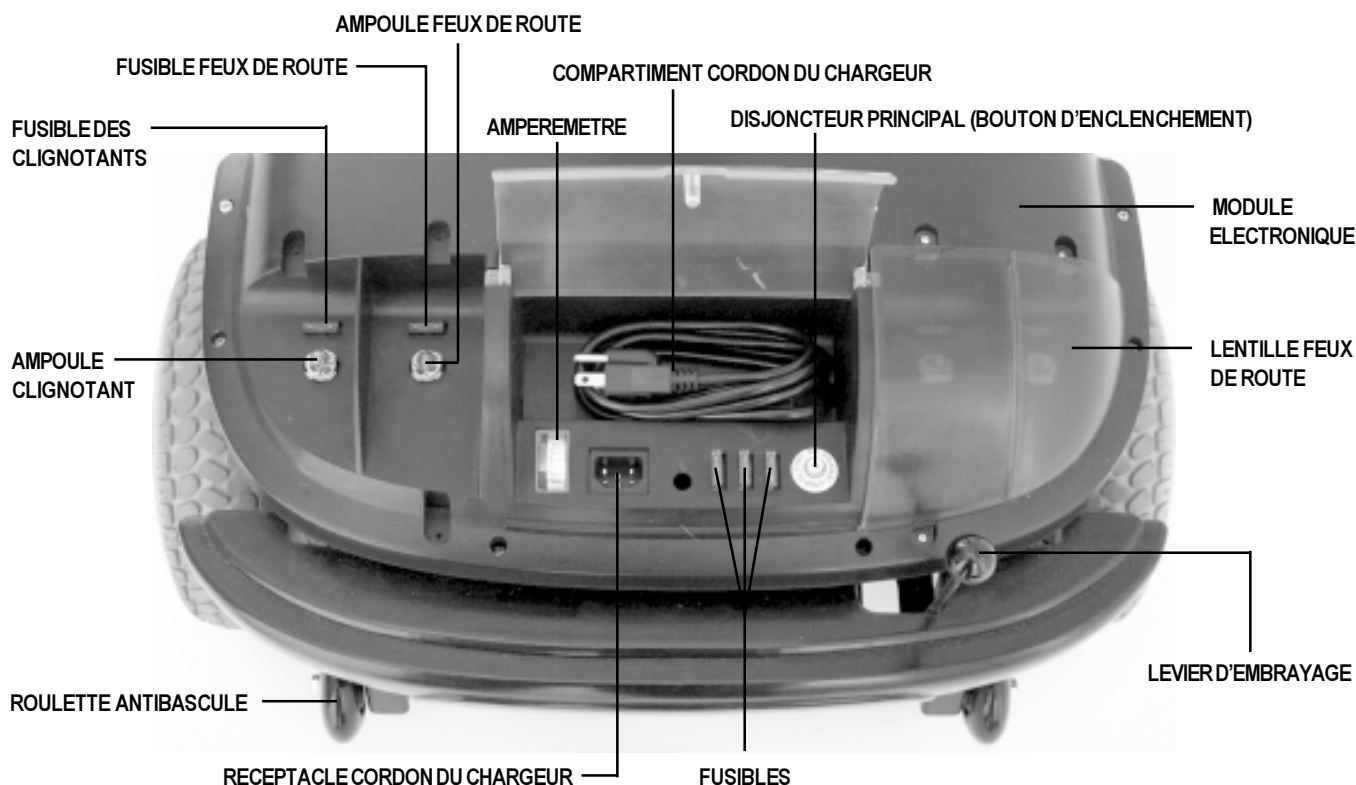

Figure 7. Section arrière (lentille du feu gauche enlevée pour plus de clarté)
La section arrière abrite le contrôleur électronique, les batteries, le chargeur à batteries(non-montré), le fusible du chargeur, le réceptacle du cordon d'alimentation, le disjoncteur principal, le module moteur/transmission (non-montré) et le levier d'embrayage. Voir la figure 7. Voir la section IX "Démontage et assemblage" pour les instructions d'enlèvement du capot.
Lorsque les batteries sont faibles et que la demande est excessive (charge lourde ou pente forte) le disjoncteur peut se déclencher pour éviter d'endommager les composants électroniques et le moteur. Voir la figure 7.
- Le levier de débrayage est situé sur le bout du module moteur/essieu logé sur le coté arrière droit de votre Hurricane. Voir la figure 7.
Le module moteur/essieu est composé du moteur et d'un essieu scellé à la transmission et au différentiel. Ce module a été conçu pour fonctionner silencieusement, fournir une puissance maximale et une durée de vie allongée. Voir la figure 7.
Les roulettes antibascules sont une composante de sécurité importante de votre VMP. Ne jamais, sous aucune considération, enlever les roulettes antibascules de votre VMP. Voir la figure 7.